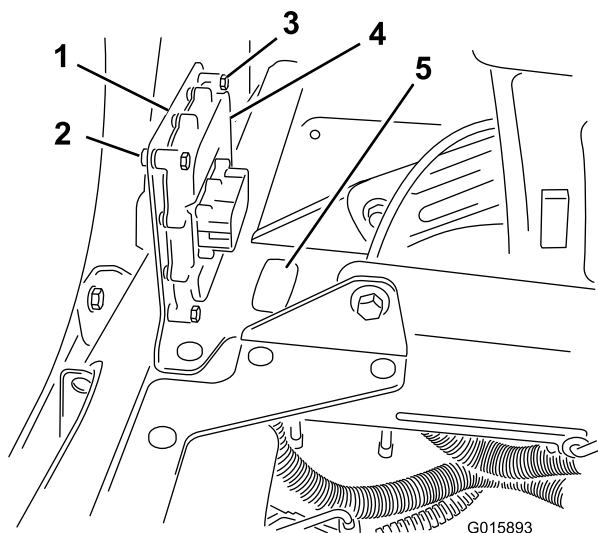

Figura 15
1. Para o modelo 5800, retire a tomada de ejeção (Figura 15).
6. Instale o suporte de montagem à estrutura do banco da máquina, entre e por detrás dos bancos com o hardware existente (Figura 15).